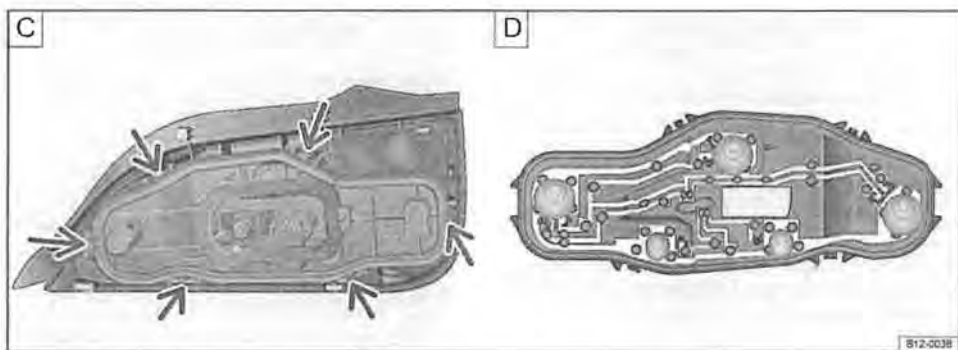

Fig. 125 Gruppo ottico posteriore: smontaggio del portalampade **C**; rimozione delle lampadine **D**
1. Sbloccare il portalampada agendo sulle linguette → fig. 125 **C** (freccie) ed estrarlo poi dal gruppo ottico posteriore.
2. Sostituire la lampadina difettosa con una dello stesso tipo → fig. 125 **D**.
3. Inserire il portalampada nel gruppo ottico. Quando si chiudono le linguette (freccie), si deve sentire chiaramente uno scatto → fig. 125 **C**.